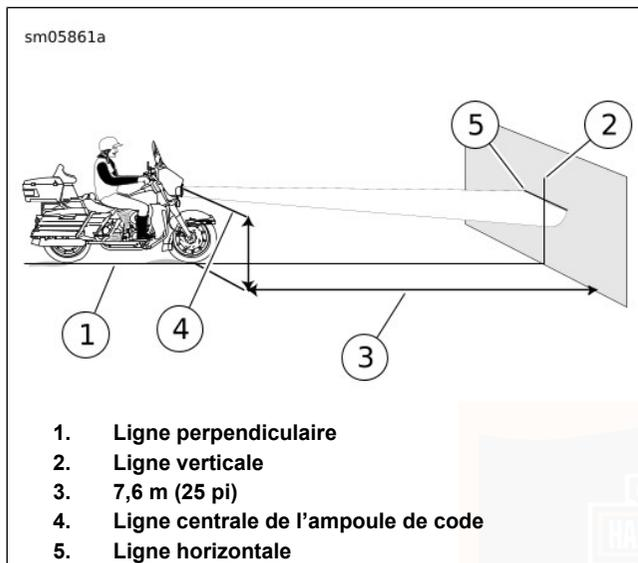

Figure 84. Alignement du phare : Type à DÉL (typique)
- DÉL, carénage monté sur la fourche** : Voir Figure 84. À la distance mesurée.
- DÉL, carénage monté sur la fourche** : Voir Figure 84. Sommet de la tache lumineuse sur le repère avec le phare réglé sur le **code**.